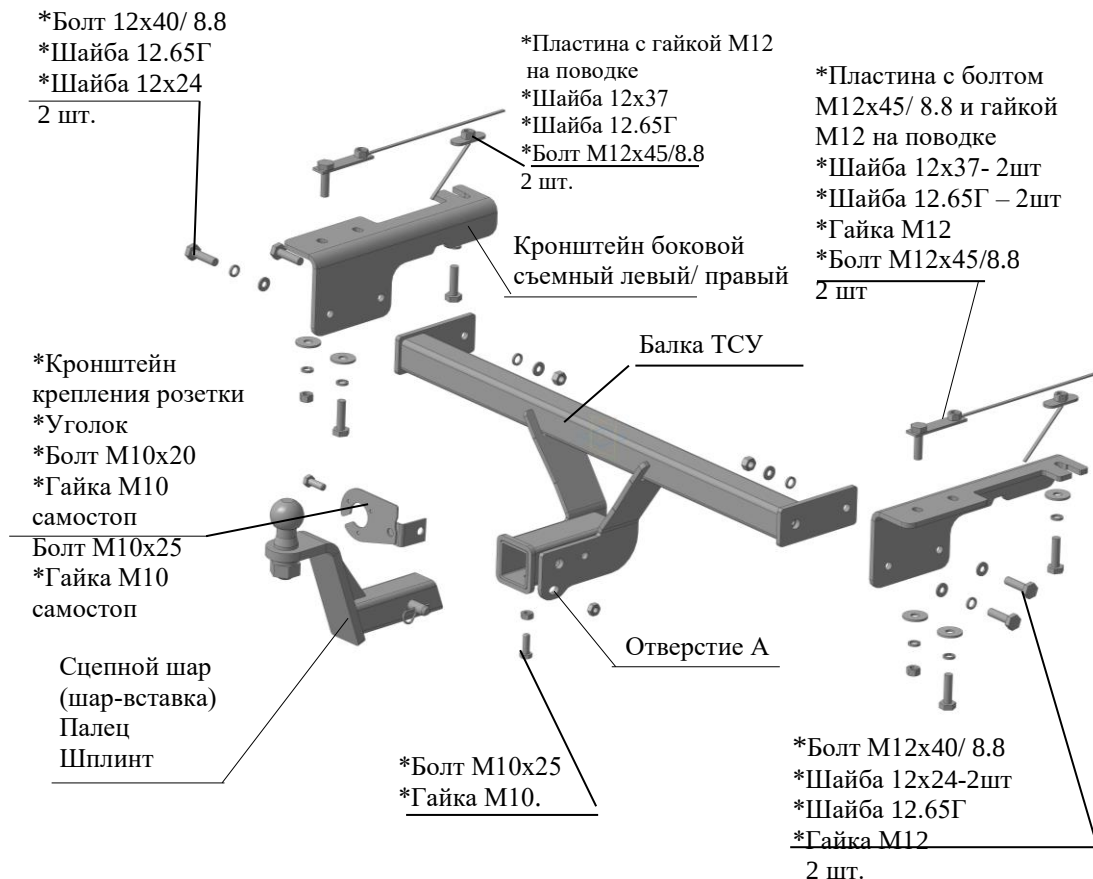

Рис.1 Тягово-сцепное устройство ТСУ 8010.
2.1 ТСУ 8010 в сборе (рис.1)	1 шт.
2.2 Пакет с комплектующими (см. рис.1)	1 шт.
4.1 Вставить закладные детали в лонжероны через отверстия Ø25. Закрепить боковые съемные кронштейны ТСУ (левый и правый соответственно рис.1) к нижним полкам лонжеронов а/м болтами М12х45 и гайками М12 на поводке и без поводка и крепежом соответственно рис.1. Крепеж не затягивать.
4.2 Установить балку ТСУ, закрепив ее к боковым съемным кронштейнам болтами М12х40 и крепежом соответственно рис.1. Крепеж не затягивать.